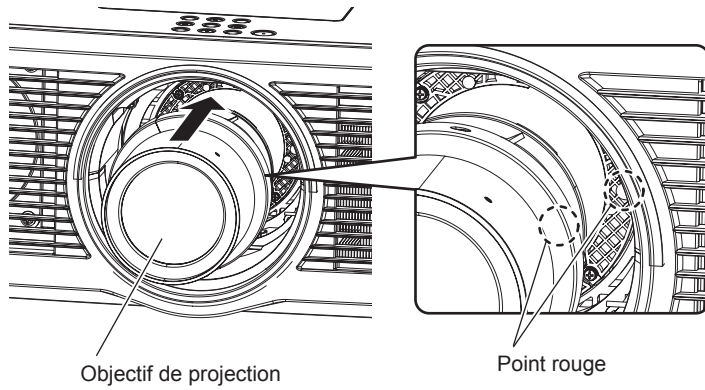

Fig. 1
- 1) Aligned le repère (point rouge) sur l'objectif de projection avec le repère (point rouge) sur le projecteur, et insérez-le complètement. (Fig. 1)